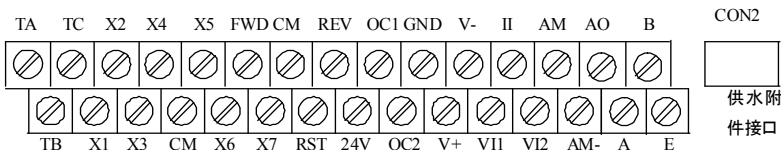

图 2-29 控制回路端子图
(1) 0.75~11KW 机型的控制回路端子图如图 2-29 所示。